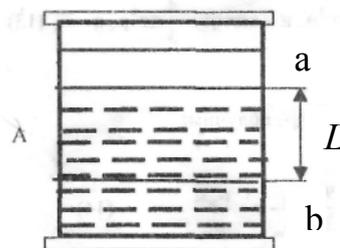

Рис. 4.
Будем считать, что у верхней метки (см. рис. 4) скорость шарика уже практически совпадает с  $v_0$ . Тогда, если  $t$  — время, за которое шарик проходит расстояние между верхней и нижней метками равное  $L$ , то  $v_0 = \frac{L}{t}$ . Используя в (6) приведенное выражение для скорости и выражая  $r$  через диаметр шарика  $d$ , получим, что
Экспериментальная установка представляет собой стеклянный цилиндр *A*, наполненный исследуемой жидкостью (рис. 4). На цилиндр нанесены две горизонтальные метки (резиновые кольца) **a** и **b**, расстояние между которыми равно *L*. Верхняя метка должна располагаться на 5-8 сантиметров ниже уровня жидкости, так как с этой глубины начинается почти равномерное падение шарика в жидкости.